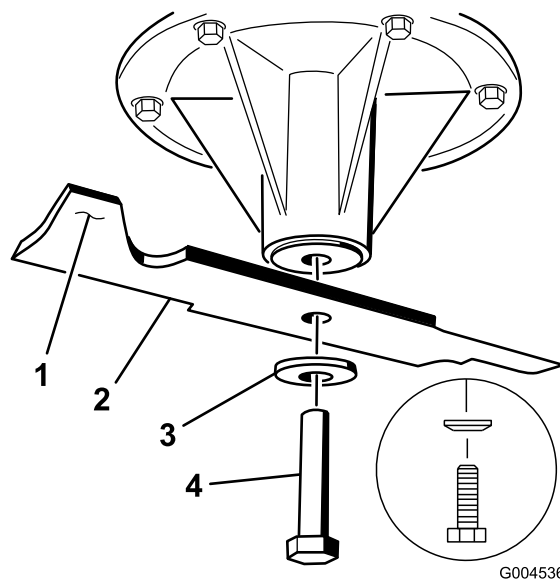
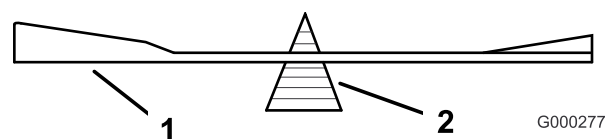

Figure 74
Figure 77
2. Pour les plateaux de coupe de 40 et 48 pouces, enlevez le boulon de lame, la rondelle bombée et la lame de l'axe de pivot (Figure 74).
1. Placez la lame sur l'axe (Figure 74).
Important: Pour une coupe correcte, la partie incurvée de la lame doit être tournée vers le haut et dirigée vers l'intérieur du carter de tondeuse (Figure 74).
2. Sur les plateaux de coupe de 40 et 48 pouces, montez la lame, la rondelle bombée et le boulon de lame (Figure 74).
2. Vérifiez l'équilibre de la lame en la plaçant sur un équilibreur (Figure 77). Si la lame reste horizontale, elle est équilibrée et peut être utilisée. Si la lame est déséquilibrée, limez un peu l'extrémité de la partie incurvée seulement (Figure 74). Répétez la procédure jusqu'à ce que la lame soit équilibrée.